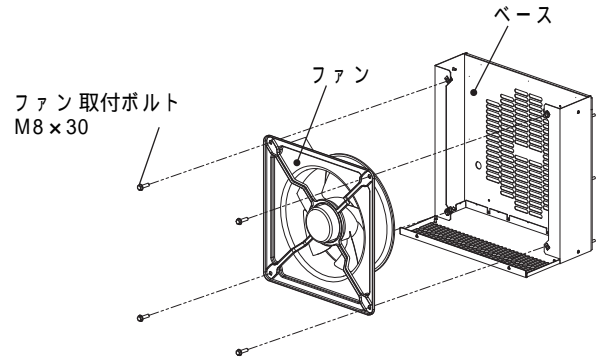

図8
2. ファン取付ボルト M8×30( 4カ所) を取り外し、ファンを取り外してください。( 図8)